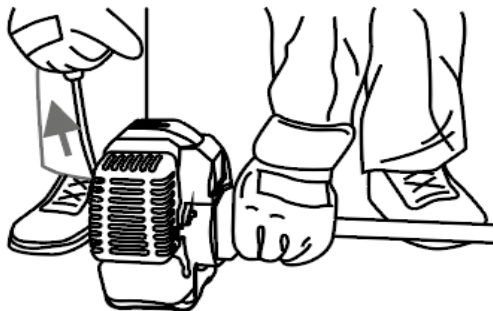

Рисунок 10. Схема розташування мотокооси під час запуску.
3. Утримувати мотокоосу під час запуску двигуна, притиснувши її штангу до поверхні землі (рис. 10).